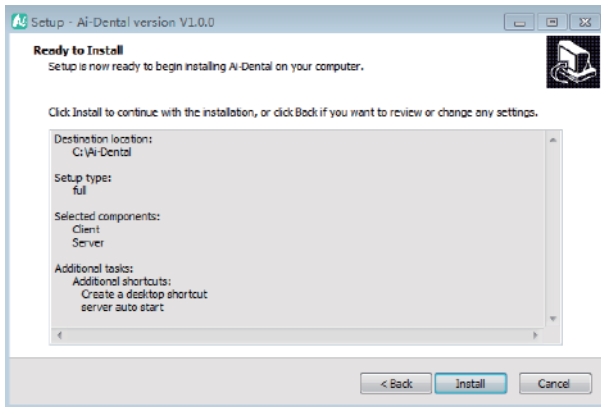

Figura 7
f) Haga clic en el botón instalar para iniciar la instalación, como se muestra en la figura 7: